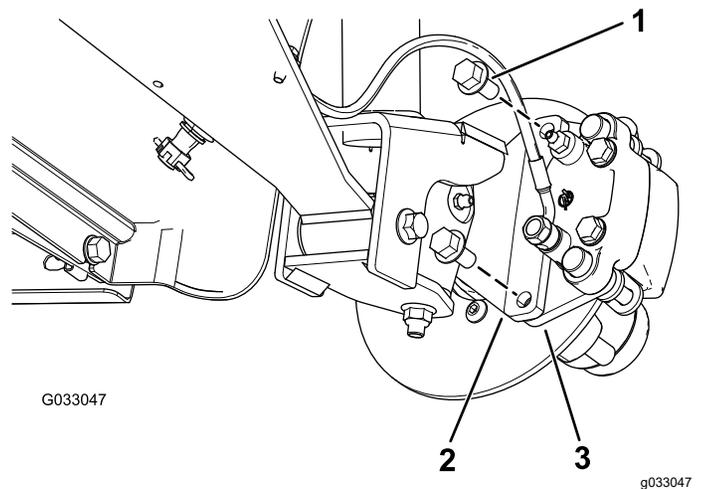
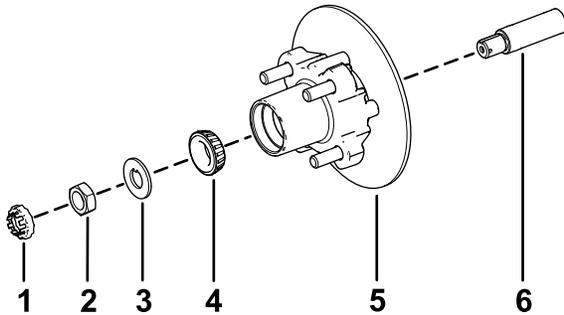

Figure 30
Figure 34
3. Retirez les boulons à embase ($\frac{3}{8}$ " x $\frac{3}{4}$ ") qui fixent le support du frein à la fusée et séparez le frein de la fusée (Figure 30).
1. Appliquez une fine couche de la graisse spécifiée sur la fusée (Figure 34).
2. Montez le moyeu et le rotor sur la fusée en plaçant le rotor à l'intérieur (Figure 34).
3. Montez le roulement extérieur sur la fusée et poussez le roulement contre la bague (Figure 34).
4. Montez la rondelle-frein à languette sur la fusée (Figure 34).
5. Vissez l'écrou de fusée sur la fusée et serrez l'écrou à 15 N·m tout en tournant le moyeu pour bien asseoir le roulement (Figure 34).
2. Alignez les plaquettes de frein de chaque côté du rotor (Figure 30) et alignez également les trous dans le support d'étrier et ceux de la fixation du frein sur le porte-fusée (Figure 34).
3. Fixez le support d'étrier au porte-fusée (Figure 30) à l'aide de 2 boulons à embase ($\frac{3}{8}$ " x $\frac{3}{4}$ "). Serrez les 2 boulons à embase à un couple de 47 à 54 N·m.